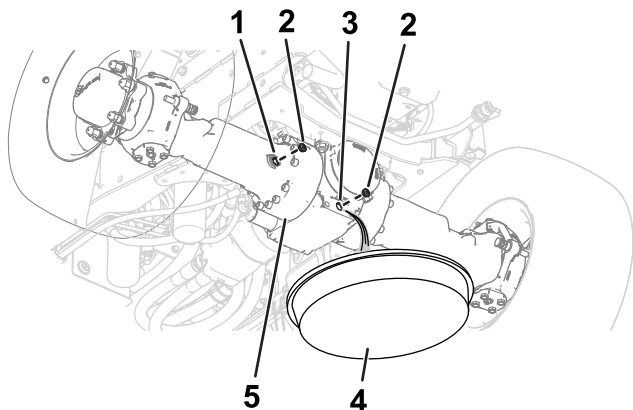
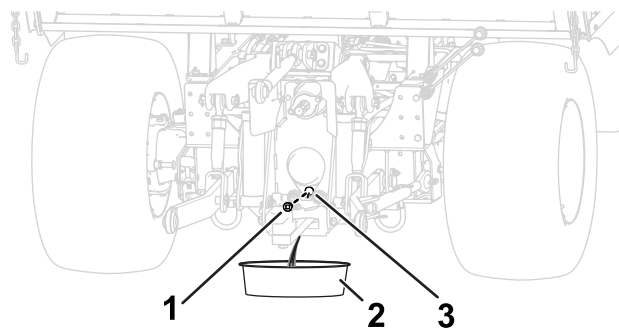

Figura 97
Figura 98
1. Mettete una bacinella di spurgo sotto l'alloggiamento del differenziale dell'assale (Figura 97 e Figura 98).
2. Rimuovete i tappi dal foro spia e dal foro di spurgo negli alloggiamenti del differenziale degli assali (Figura 97 e Figura 98).